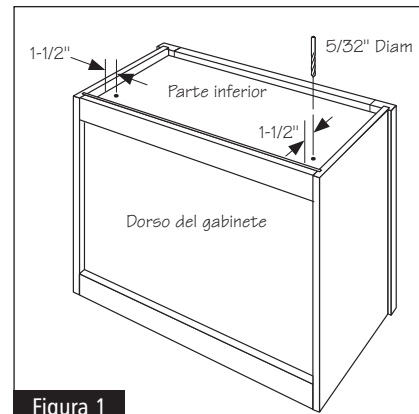

Figura 1
- 1 Perfore 2 agujeros de 5/32" a través de la parte inferior del gabinete a una profundidad de 1-1/2" a cada lado del gabinete y también en la parte posterior. Vea la figura 1.